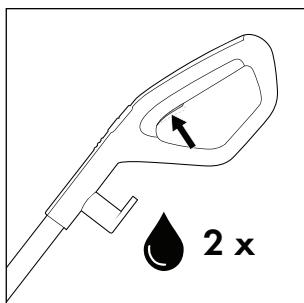

Afb. 12
- ◆ Wikkel het snoer **17** helemaal van de bovenste en onderste kabelhouder **16/20** af. U kunt het snoer **17** snel van de kabelhouders **16/20** afwikkelen als u de bovenste kabelhouder **16** iets naar buiten trekt en omlaag draait (zie afb. 12).